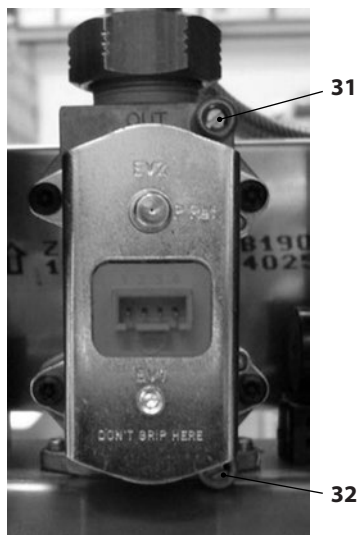

Figura 7.1
A caldaia spenta (fuori servizio), controllare la pressione di alimentazione utilizzando la presa 32 in Figura 7.1 e confrontare il valore letto con quelli riportati nella tabella Pressioni di alimentazione gas nella sezione "Dati tecnici M296B.24SM/D" a pag. 24 e "Dati tecnici M296B.28SM/D" a pag. 28.
- Richiudere bene la presa di pressione 32 in Figura 7.1.
- Aprire la presa di pressione 31 in Figura 7.1 e collegare un manometro.